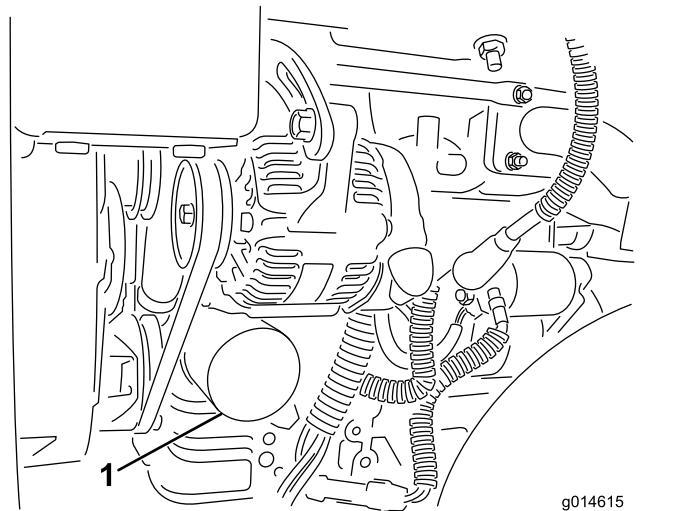

Figura 29
2. Togliete il filtro dell'olio (**Figura 29**). Spalmate un leggero strato di olio pulito sulla nuova guarnizione del filtro.